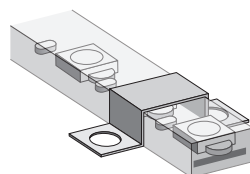

Рис. 5. Монтаж светодиодной ленты
- **Монтаж светодиодной ленты.** Монтаж светодиодной ленты NLS-2835(180/M)-IP67-220V на несущую поверхность необходимо производить при помощи монтажных скоб NLSC-clip-2835(180/M)-220 (в комплект не входят), как показано на Рис. 5.